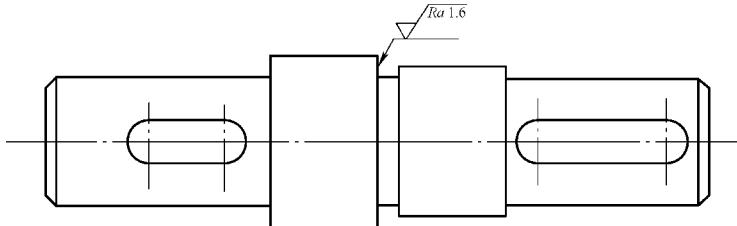

图 7-20 属性值标注
8) 插入带属性的图块。返回绘图区中，根据命令行提示指定插入基点后输入属性值，效果如图 7-20 所示，其命令行操作如下：